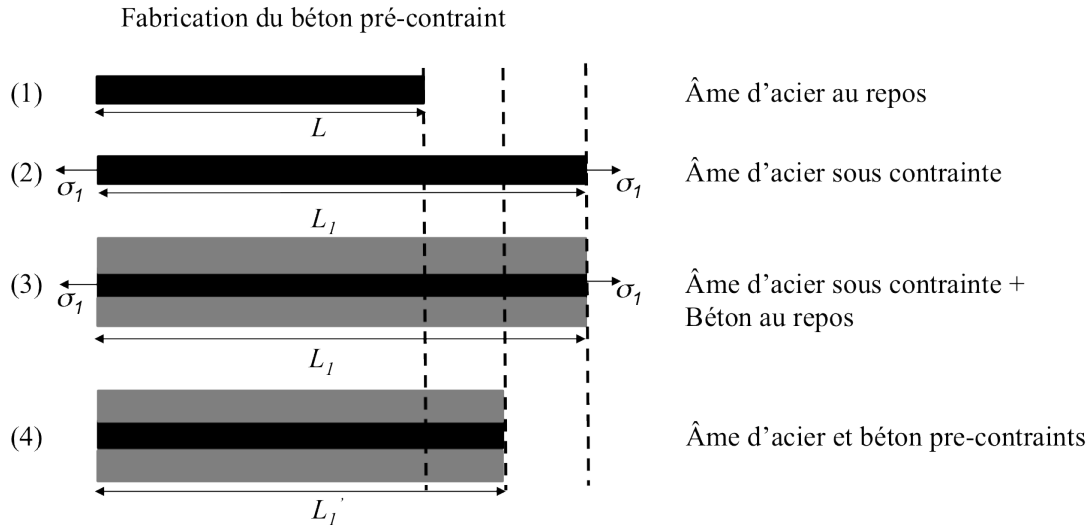

FIGURE 1 – Différentes étapes de fabrication du béton pré-contraint.
- 8 - Pour augmenter encore cette limite, on pré-contraint le béton. On applique une contrainte  $\sigma_1$  à l'acier. On coule le béton autour. Puis, quand le béton est sec, on relâche la contrainte (voir figure 1).